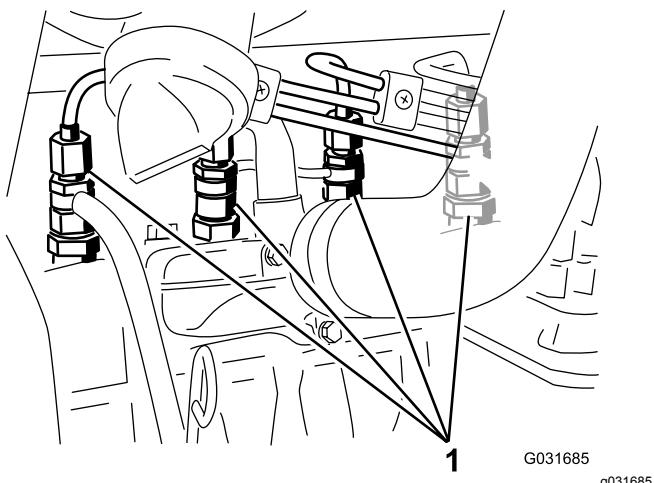

Рисунок 41
1. Ослабьте соединение трубы к соплу № 1 и держателю в сборе (Рисунок 41).